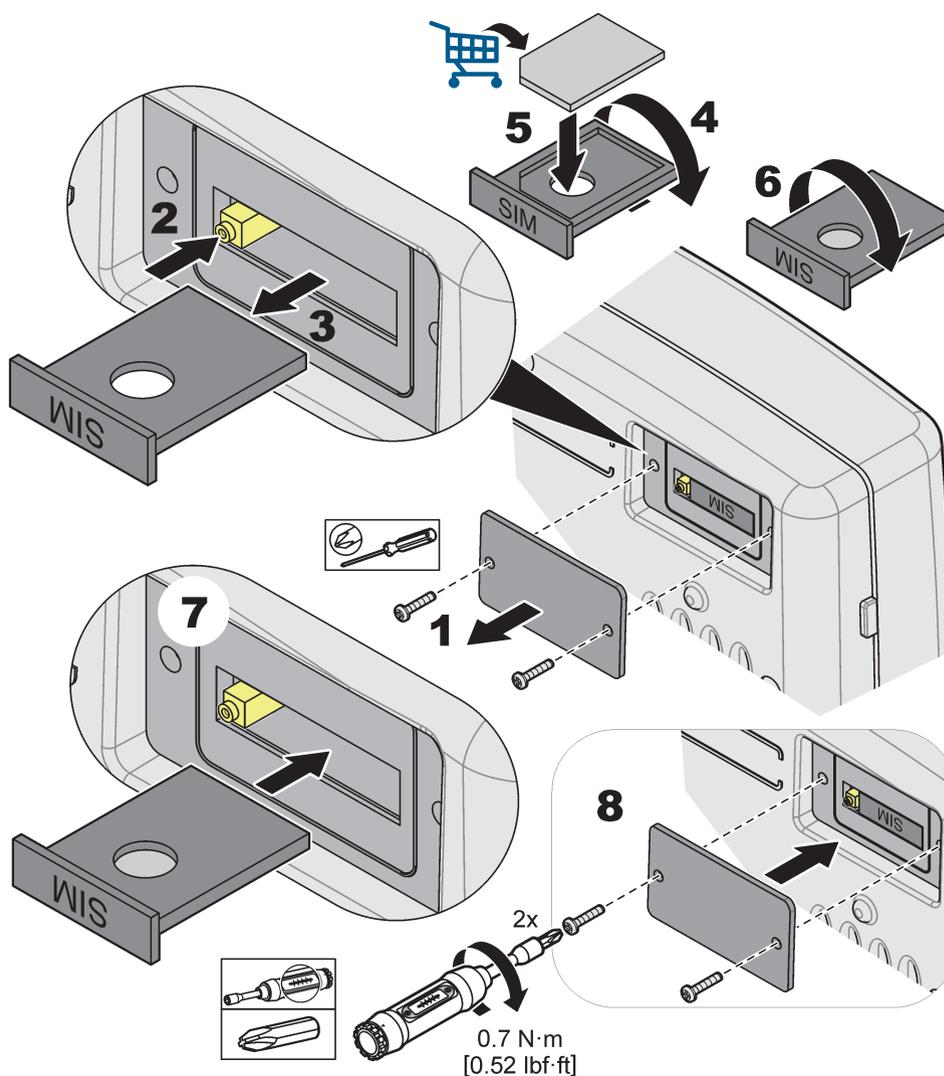

Figura 34 Inserire la scheda SIM
3. Rimuovere il rivestimento della scheda SIM dal lato posteriore del modulo display (Figura 34).